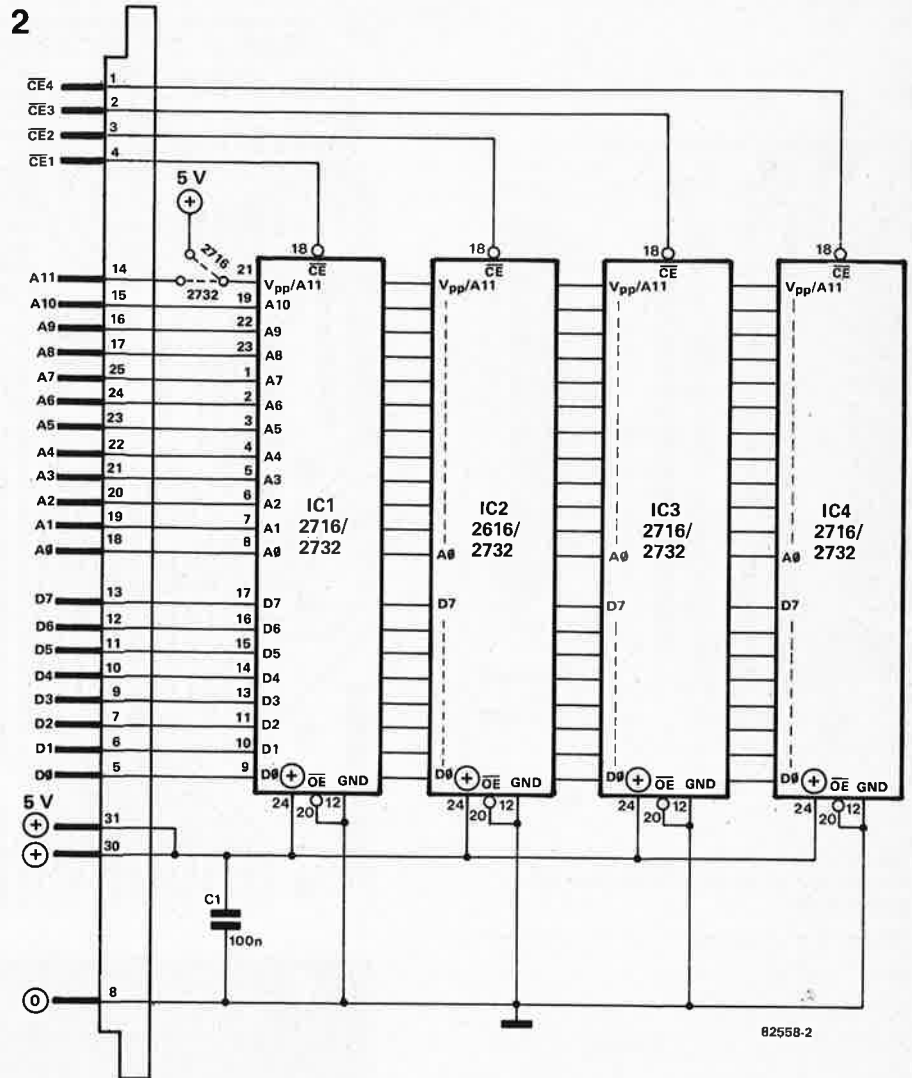

Figure 2. Les modules EPROM à enficher sont la simplicité même!
Le circuit d'EPROM reproduit par la figure 2 est encore plus simple: on y trouve quatre circuits intégrés du type 2716 ou 2732 avec les bus d'adresses de données et les quatre signaux de validation. C'est tout!
- trois cartes d'EPROM peuvent être mises en place sur la carte d'extension de la mémoire morte (figure 2, 7 et 8).